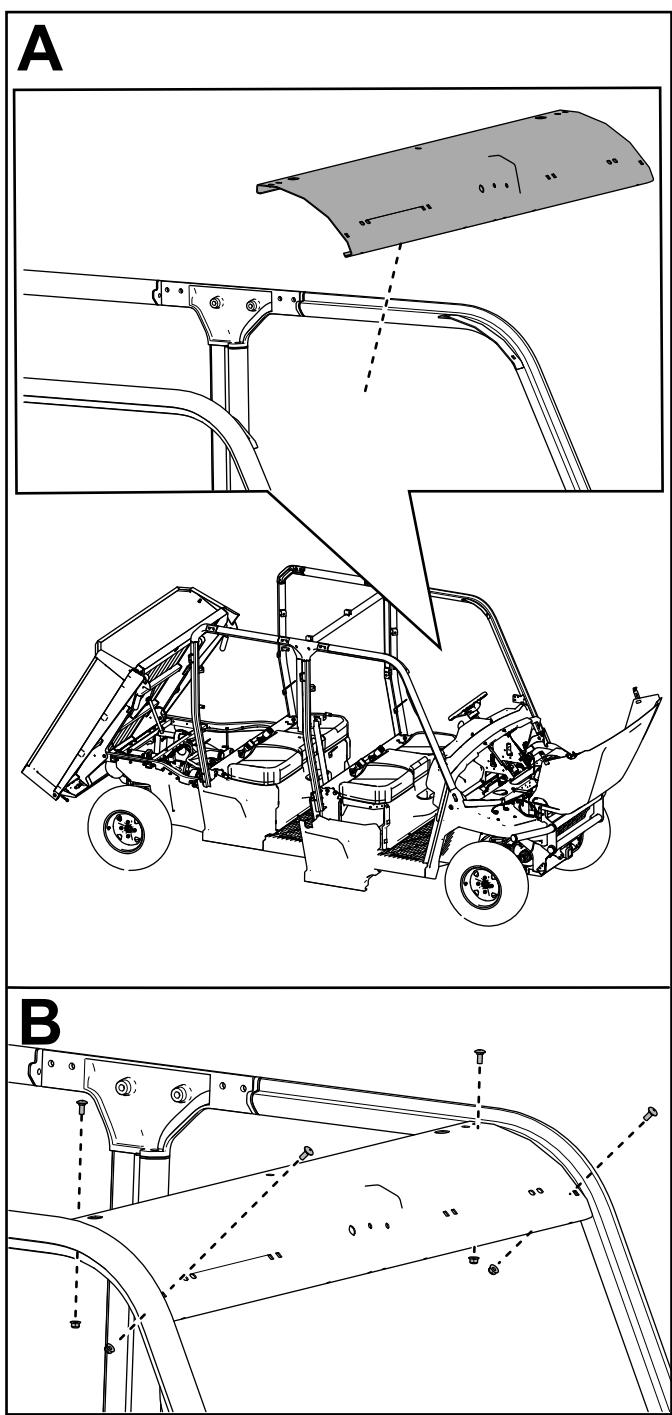

Figure 42
15. Fixez la barre transversale avant aux barres avant de l'arceau de sécurité à l'aide de 4 boulons de carrosserie (5/16" x $\frac{3}{4}$ ") et 4 contre-écrous (5/16"), comme montré à la Figure 42.